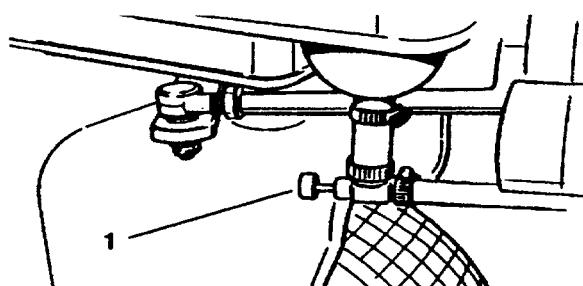

Figure 16
**Modèles diesel: robinets d'arrivée de carburant (Fig. 16 & 17)**—fermer les robinets d'arrivée de carburant situés sous le réservoir et sur le filtre à carburant pour ranger la machine.